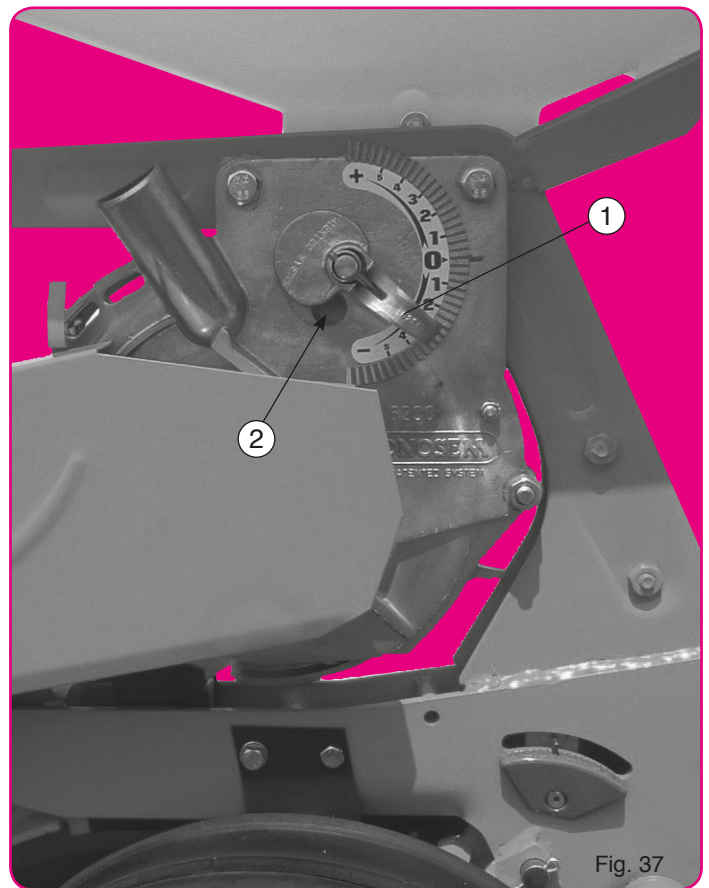

Fig. 37
L'index ① descendu vers le - (fig. 37) rapproche la plaque des trous, réduit l'aspiration (en ouvrant la prise d'air ②) ce qui provoque une tendance aux manques. Une fenêtre de contrôle sur le couvercle permet de s'assurer des résultats.
Wenn der Wahlhebel ① auf - (Abb. 37) gestellt wird, verkleinert der Abstreifer die Löcher in der Säscheibe. Gleichzeitig wird die Saugleistung (das Lüftungsloch wird geöffnet) verringert ②. Bei dieser Einstellung können Fehlbelegungen vorkommen. Im Sägehauseckel ist ein Fenster, durch das Sie die richtige Einstellung beobachten können.
When the indicator ① is positioned to - (fig. 37), it lowers the scraper over the holes, reducing the degree of suction (opening the size of the hole ②). This may cause skipping. A control window in the cover allows you to check the results.